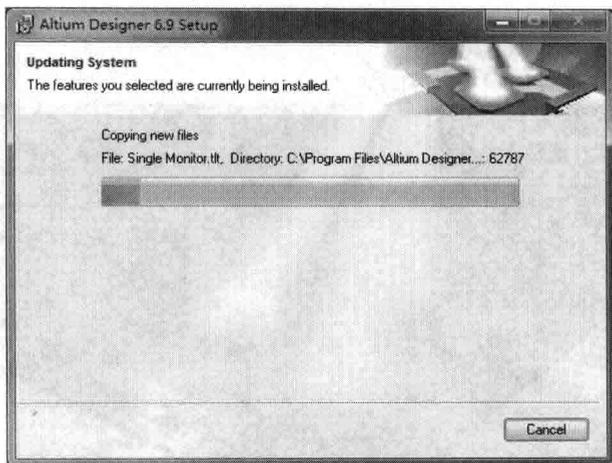

图 1-6 安装进程窗口
(6) 单击 **Next >** 按钮,开始安装。这时候会弹出如图 1-6 所示的对话框,提示安装进程窗口,安装进度条将实时显示安装的进程。